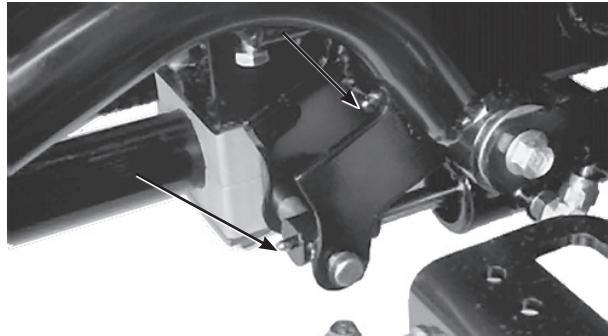

図 33
- ・ 右昇降アームのピボット昇降シリンダ（2か所；図33）